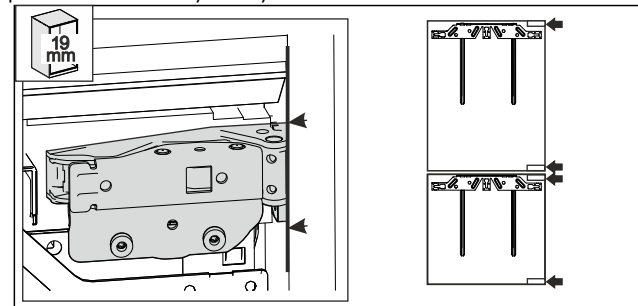

Fig. 57 *
- 19 mm paksu kalusteen sivuseinä: saranan etureuna on suunnattu samalle tasolle kalusteen sivuseinän kanssa. Fig. 57 ()